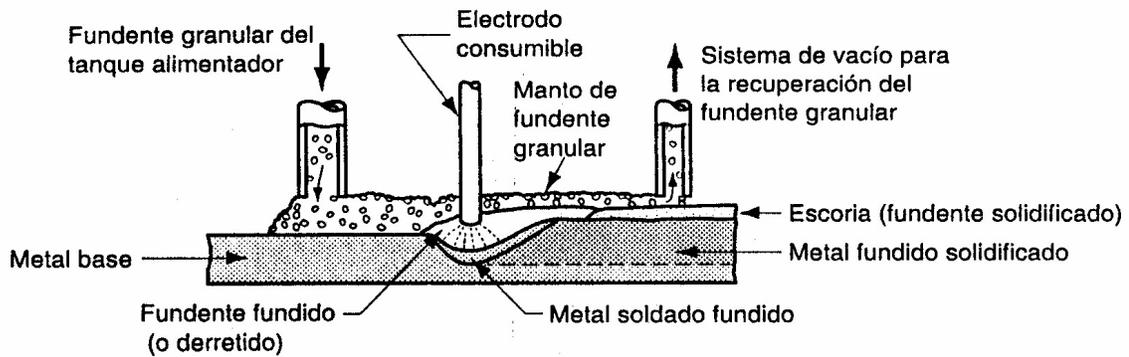

FIGURA 4.16 Soldadura con arco sumergido
**Soldadura con arco sumergido** De los métodos de soldadura que emplean electrodo continuo, el proceso de arco sumergido desarrollado simultáneamente en EE.UU. y Rusia a mediados de la década del 30, es uno de los más difundidos universalmente. La soldadura con arco sumergido. SAS (en inglés submerged arc welding, SAW), es un proceso que usa un electrodo de alambre desnudo consumible continuo, el arco eléctrico se protege mediante una cobertura de fundente granular. El alambre del electrodo se alimenta automáticamente desde un rollo hacia dentro del arco eléctrico. El fundente se introduce a la unión ligeramente adelante del arco de soldadura, mediante gravedad, desde un tanque alimentador, como se muestra en la figura 4.16